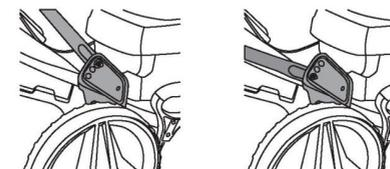

Fig. 12, position la plus haute Fig. 13, position la plus basse
1. Régler la poignée à une hauteur adaptée à l'opérateur (Fig. 12 et 13).